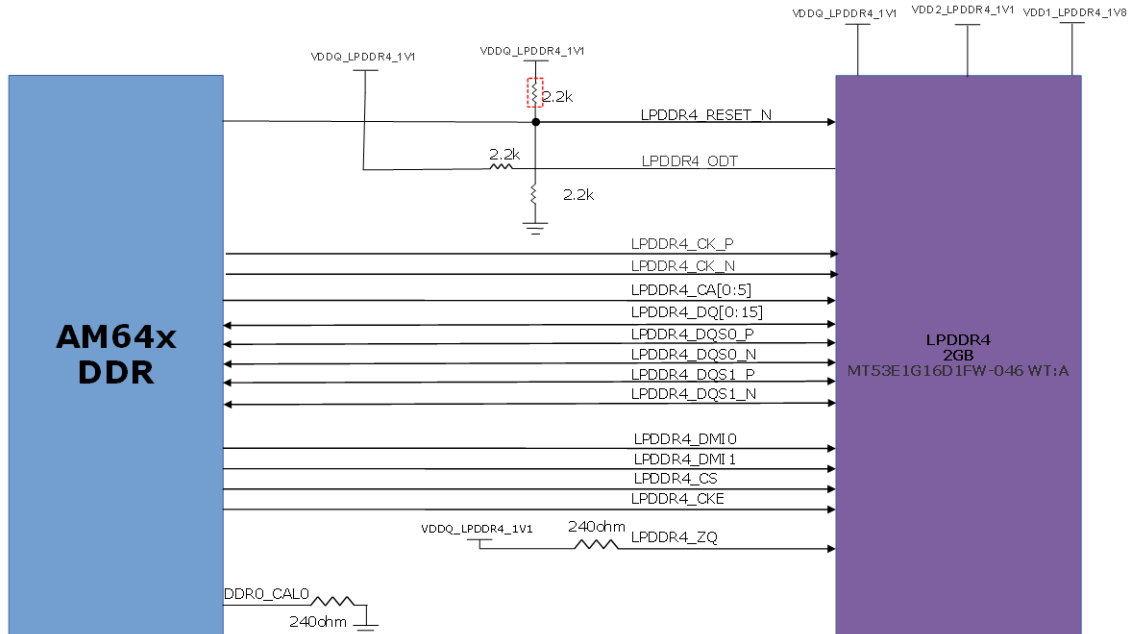

图 4-14. LPDDR4 接口
为 DQ、DQS 和 DM_n 信号提供了 ODT（片上终端）。该器件能够提供三种不同的 ODT 模式：标称、动态和 Park，终端值为：RTT (Park)、RTT (NOM) 和 RTT (WR)。图 4-14 展示了 LPDDR4 和 AM64x 之间的 DDR 接口。